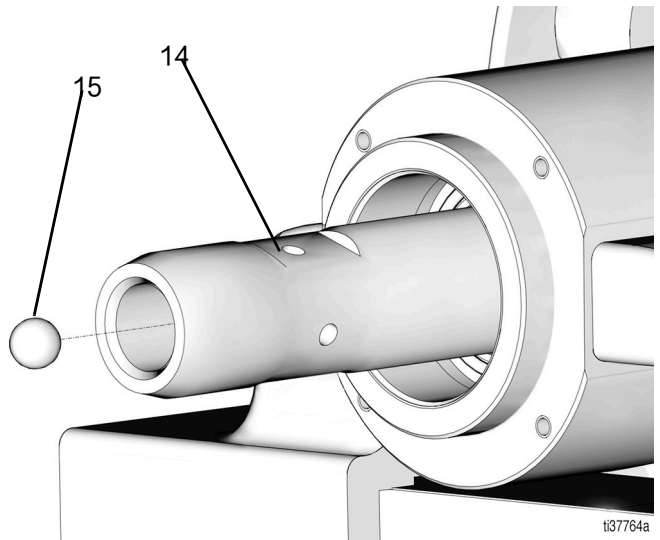

图 13
15. 从活塞柱 (14) 内部拆下止回球 (15) 并放在一旁 (图 13)。